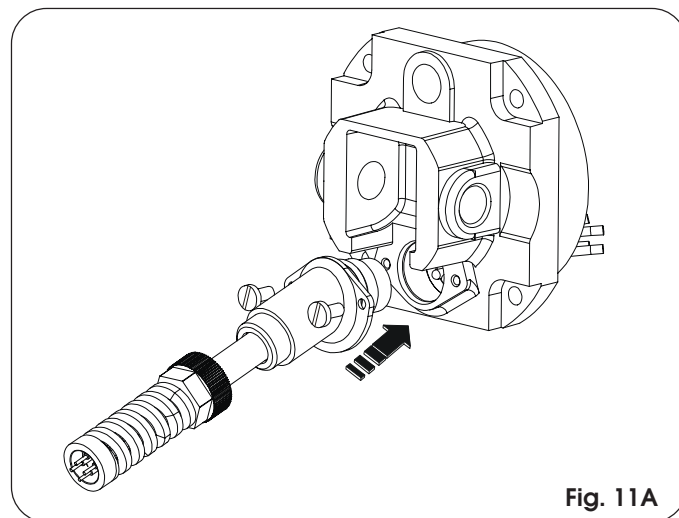

Fig. 11A
- Conecte el cable de alimentación del operador (Fig. 11A).
- Atornille los tornillos (Fig. 11A).